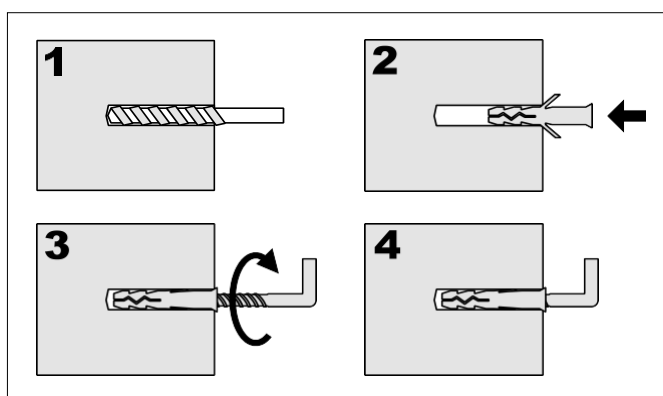

Рис. 2
1.1.5 Навесить зеркало на крючки. См. рисунок 2.